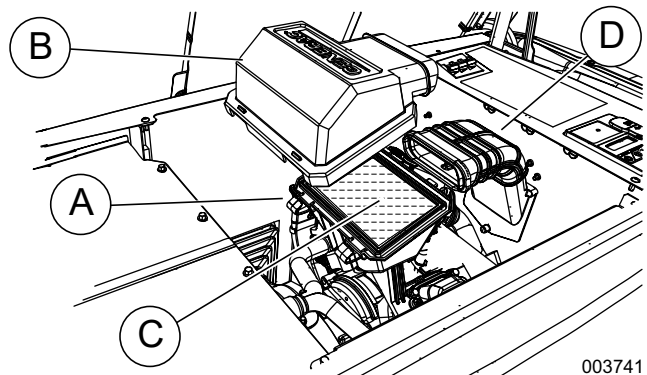

Figura 4-2. Mantenimiento del filtro del aire
2. Consulte la **Figura 4-2**. Retire las pinzas de la cubierta (A) y la cubierta del filtro de aire (B).